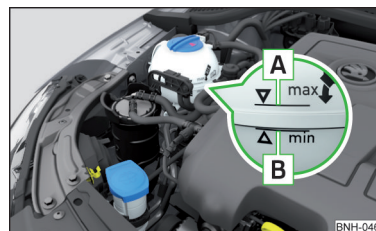

Abb. 139
Die Bezeichnung des Kühlmittels ist auf dem Kühlmittelausgleichsbehälter aufgeführt » Abb. 139 auf Seite 147.
- Das Kühlmittel nicht über die Markierung **A** auffüllen » Abb. 139 auf Seite 147.
Kühlmittelausgleichsbehälter » Abb. 139
➤ Den Kühlmittelstand am Kühlmittelausgleichsbehälter prüfen » Abb. 139. ▶
Bei betriebswarmem Motor kann das Prüfergebnis ungenau ausfallen. Der Stand kann auch über der Markierung **A** » Abb. 139 liegen.